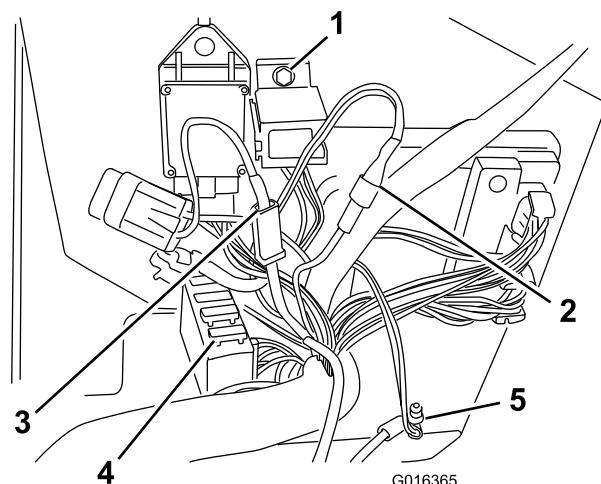

Figura 15
Nota: Conecte los terminales de anillo en la posición mostrada en la parte inferior del panel (Figura 15).
4. Sujete la base del relé del intermitente a la posición mostrada del panel lateral con un perno de cabeza hexagonal (M5 x 16), una contratuerca (M5) y 2 arandelas (M5) (Figura 15).
6. Conecte el cable rosa de dos hilos (terminal macho plano) al cable rosa del arnés principal (conector hembra) (positivo comutado) según se muestra en Figura 15.
7. Conecte el cable rojo (terminal macho plano) al cable rojo del arnés principal (conector hembra) (positivo comutado); consulte Figura 15.
8. Cambie el fusible de 10 amperios por el de 20 amperios que viene con el kit (Figura 15).